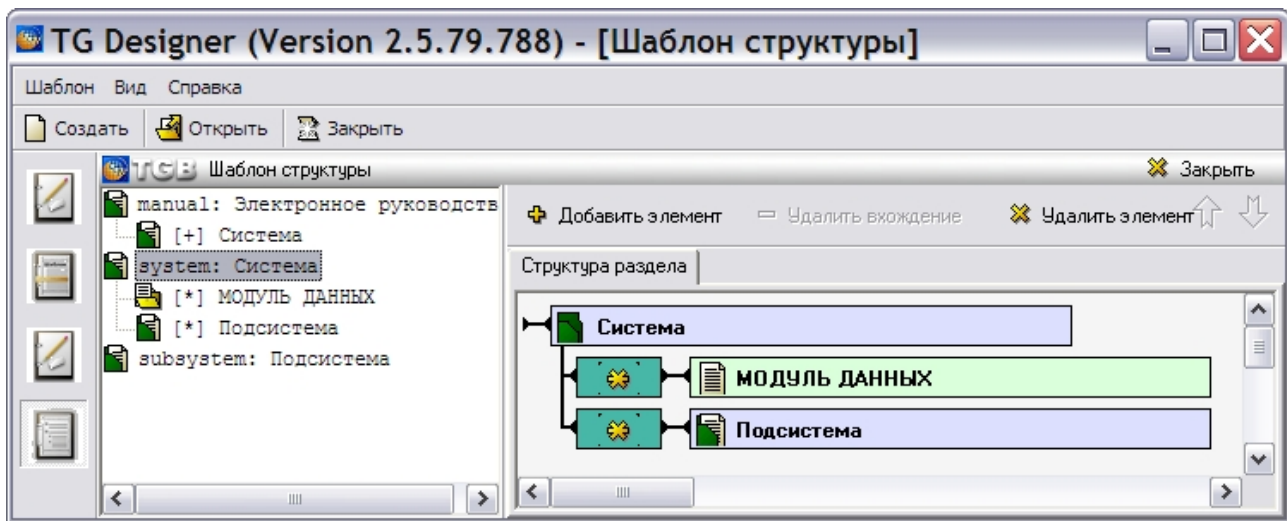

Рис. 4.14
10. В окне **Свойства элемента** нажмите на кнопку  (Рис. 4.13). После этого произойдет возврат в окно редактора **Шаблон структуры** (Рис. 4.14).
В левом окне, в дереве структуры отображается ветвление до второго подуровня, то есть, дерево разбито на блоки по два уровня. Структура, показанная на Рис. 4.14, представляет собой следующее:
В правом окне редактора показана структура текущего раздела – элемента **Система** (Рис. 4.14). Раздел становится текущим после его выделения в левом окне.